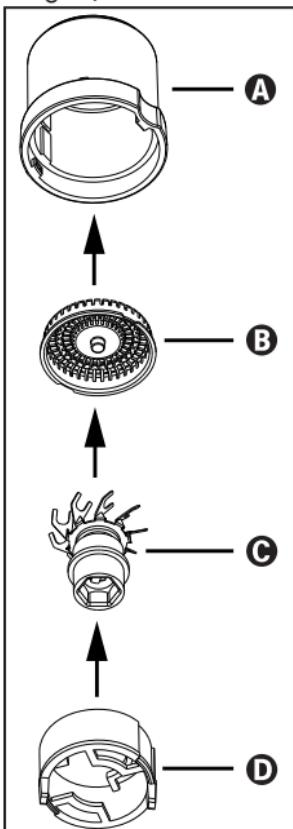

Fig. 1
- 1) Extraiga el cabezal de rasurado **②** como se describe en el capítulo "Extracción y limpieza del cabezal de rasurado".
- 5) Para el montaje, introduzca la cubierta del cabezal de corte **B** en la carcasa del cabezal de rasurado **A** de manera que las muescas del borde de la cubierta del cabezal de corte **B** pasen por los enclavamientos del interior de la carcasa del cabezal de rasurado **A** (véase fig. 1).
- 7) Deslice la pieza intermedia **D** hacia la carcasa del cabezal de rasurado **A**. Los distanciadores de la pieza intermedia **D** que sobresalen deben apuntar hacia usted (véase la fig. 1). Preste atención a que las muescas del borde de la pieza intermedia **D** pasen por los enclavamientos del interior de la carcasa del cabezal de rasurado **A**.